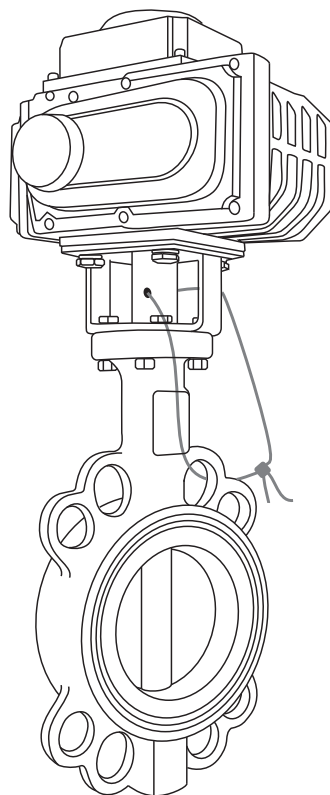

Рис. 7 -Опломбированный затвор с электроприводом
7. По отдельному запросу возможно исполнение электрического привода в комплекте с муфтой, в которой предусмотрено отверстие для опломбирования затвора с приводом. Для опломбировки проденьте проволоку через отверстие в муфте и центрирующую проушину, затем зафиксируйте проволоку и пломбу (рис.7).